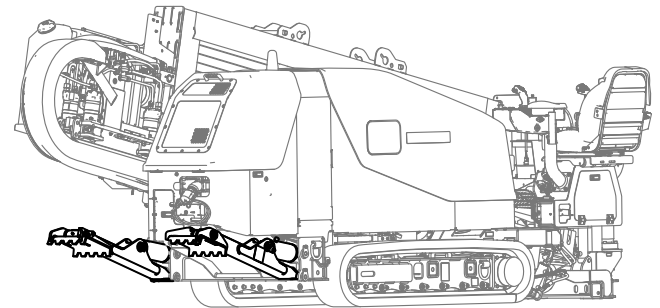

Bild 61
3. Senken Sie die hinteren Stabilisatoren ab, bis sie fest auf dem Boden stehen oder bis der gewünschte Winkel erreicht ist (Bild 61).